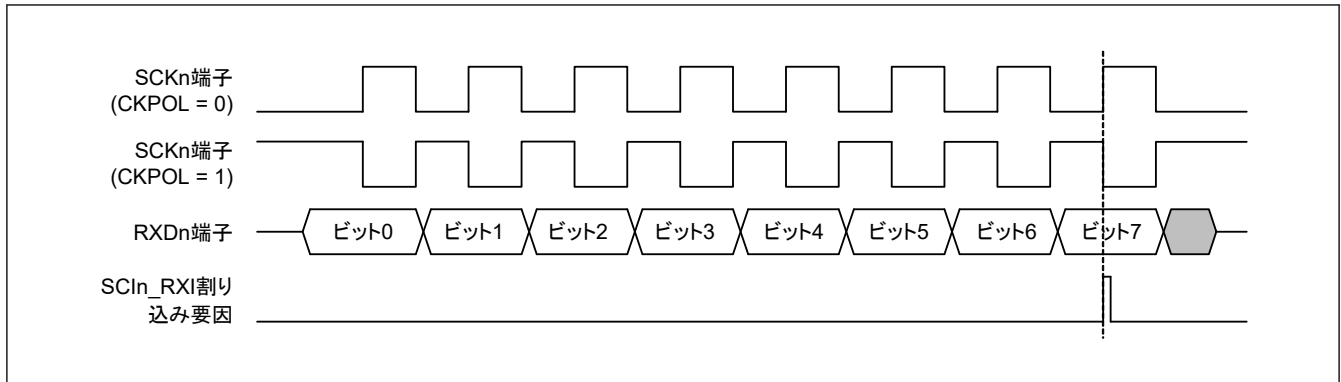

図 25.105 簡易 SPI モードにおける SCI\_n\_RXI 割り込みの発生タイミング (クロック遅れあり)
- クロック遅れあり (SPMR.CKPH ビット = 1) では、図 25.105 に示すように、SCKn 端子の最終クロックエッジ手前のクロックエッジで受信データフル割り込み (SCIn\_RXI) が発生します。SCR レジスタの TE ビットと RE ビットを SCKn 端子の最終クロックエッジより前に 0 にすると、SCKn 端子出力がハイインピーダンスとなり、送受信クロックの最後のクロックパルス幅が短くなります。また、SCIn\_RXI 割り込みの発生によって、SCKn 端子の最終クロックエッジより前に接続先スレーブの SSn 端子入力信号が High になった場合、スレーブが誤動作する可能性があります。